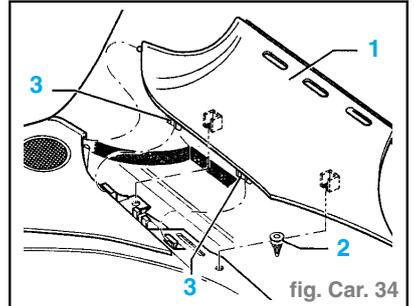

fig. Car. 34
- Extraire par le haut l'écran (1) situé à gauche et à droite du tableau de bord en faisant levier avec le clip (2) et les agrafes (3). (fig. Car. 34)